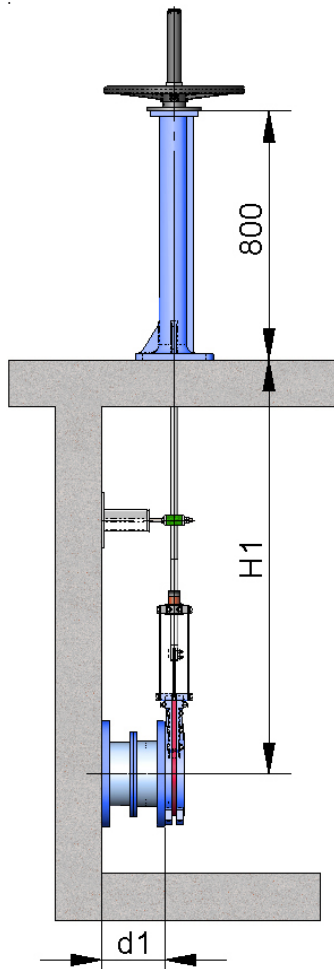

Abb. 11
- Die Standardflursäule ist 800mm hoch (Abb. 11). Weitere Längen sind auf Anfrage erhältlich.